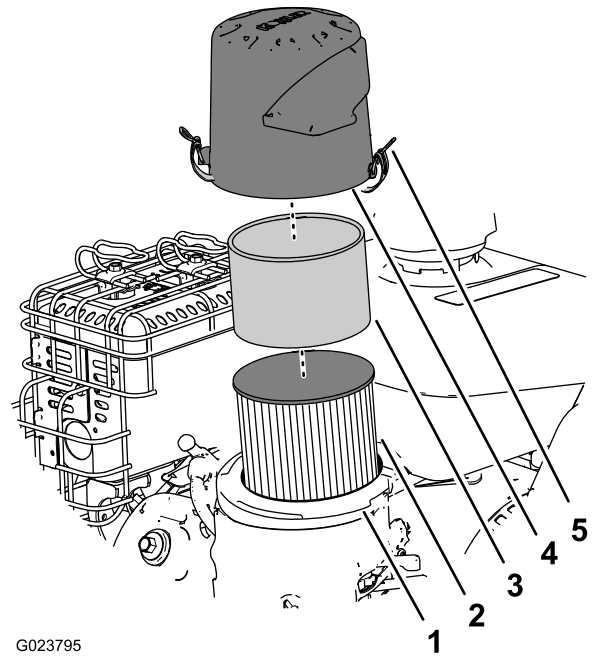

**Figura 24**
4. Sumerja un pincel limpio, largo y de punta fina, en aceite de motor, y lubrique ligeramente el eje hexagonal (Figura 24).
**Importante:** No manche de aceite la rueda de goma o el plato de arrastre por fricción de aluminio, porque la transmisión patinaría (Figura 24).